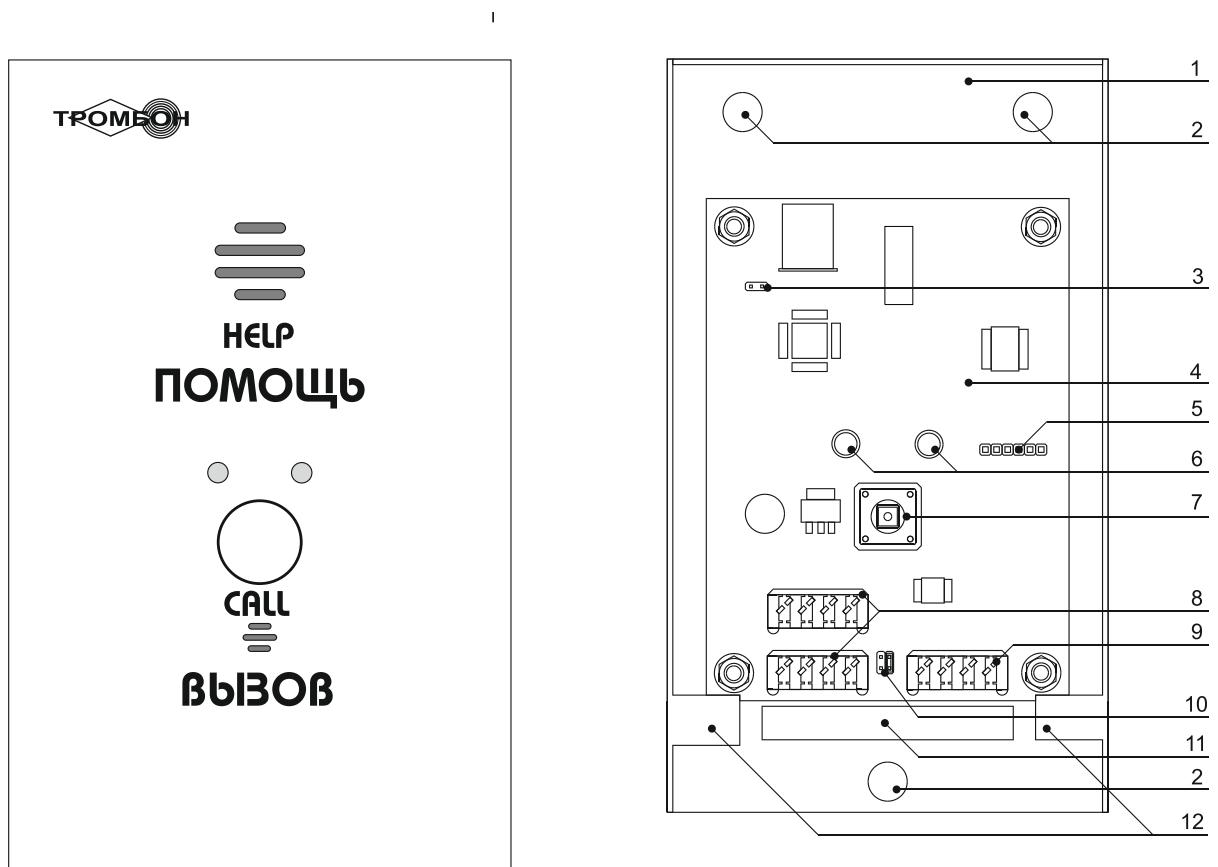

Рис. 1. Внешний вид «Тромбон – COPC-АВУ» и без крышки.
2). Снимите крышку АВУ. Протяните линии связи через специальное отверстие в задней стенке АВУ (рис. 1, поз. 11). Установите АВУ на стену.
3). Подключите к разъемам рис. 1, поз. 8 линию связи с ЛБС и другими АВУ системы. АВУ подключаются к линии связи с ЛБС последовательно, соединений типа «звезда» на одной линии не допускается. Для удобства подключений АВУ имеет два разъема, контакты которых соединены параллельно. К одному разъему подключается линия связи от ЛБС или предыдущего АВУ в линии, ко второму – линия связи со следующим АВУ. Схема подключения указана в приложении 2.
4). Включите согласующие резисторы у последних АВУ в каждой линии. Включение резистора выполняется перестановкой перемычки рис. 1, поз. 10 на левую пару контактов.
5). Подключите к разъему рис. 1, поз. 9 устройства помощи МГН. Схема подключения представлена в приложении 3.
6). Возьмите крышку АВУ, подключите кабель от микрофона и динамика, установленных на крышке к соответствующему разъему на плате АВУ, см. рис. 1, поз. 5.
7). Подведите крышку АВУ снизу к основанию, введите выступ крышки в зацепление с выступами основания см. рис. 1, поз 12, далее прижмите крышку к основанию и с небольшим усилием сдвиньте ее вверх, до упора (см. приложение 4 поз 1).
При изменении конфигурации системы или установке в систему ранее использованного АВУ, необходимо выполнить смену его адреса на заводской (по умолчанию). Только после этого возможно запрограммировать это АВУ в систему. Для смены адреса на заводской необходимо на клеммы АВУ рис. 1 поз. 3 установить перемычку, после этого подать питание на АВУ. Адрес АВУ будет заменен на заводской. После этого необходимо снять перемычку и запрограммировать АВУ в систему.